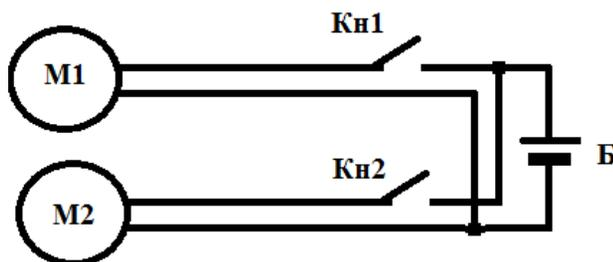

Рис. 3.
3. Электрическая схема виброхода (рис.3).